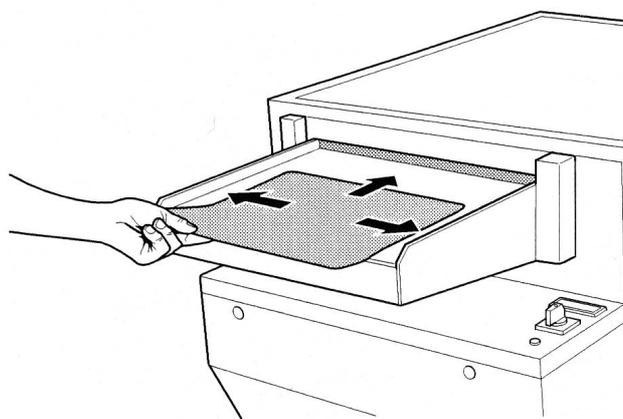

Рис. 7
- Положите листы пленки на лоток длинной стороной поперек, придерживая их сзади двумя пальцами по середине. Слегка надавите на пленку и продвиньте ее вперед до попадания в паз. Отпустите пленку, когда она будет захвачена транспортером (рис. 7).